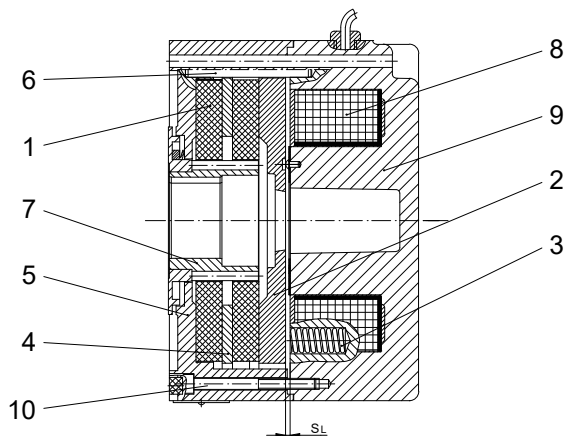

Рис. 1. Пружинный тормоз с промежуточной пластиной серии Z..
- 3 Принцип действия** Принцип действия изображен на рис. 1 на примере однодискового пружинного тормоза (серия Z..).
На основе изображенных на рис. 1 вариантов исполнения все тормоза могут быть оснащены следующим дополнительным оборудованием:
В случае последующего монтажа поводок (7 на рис. 1) нагревается до 80 °C и надевается на удлиненный вал ротора.